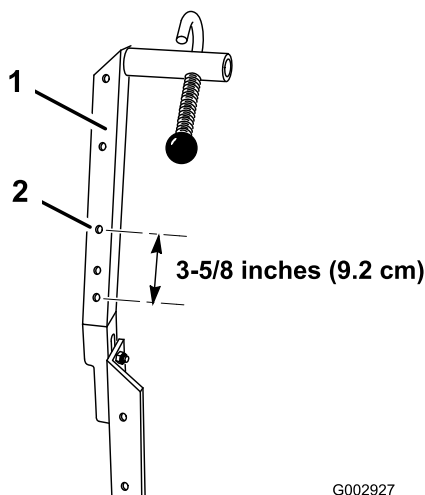

Figure 8
- Pour les machines jusqu'au numéro de série 259999999 équipées d'une rampe standard, percez un trou (11/32 pouce de diamètre) dans le support de rampe droit, 9,2 cm au-dessus du centre du trou le plus bas (Figure 8).